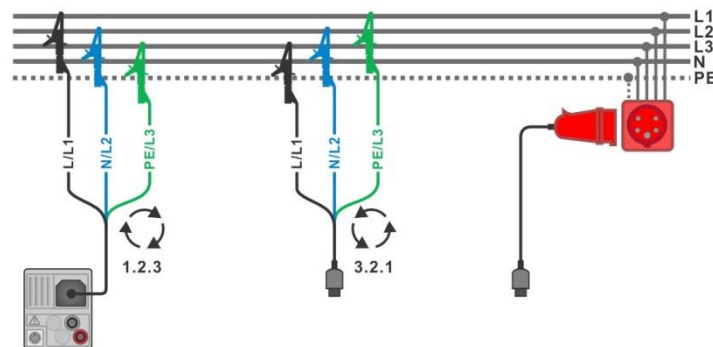
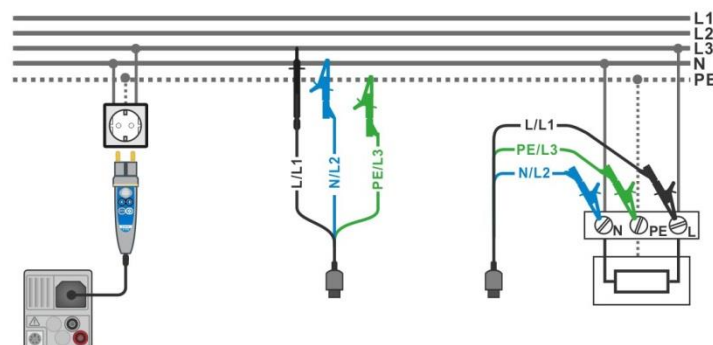

Abbildung 7.2: Anschluss der Dreileiter-Prüfleitung und des optionalen Adapters im Drehstromnetz.
Abbildung 7.3: Anschluss des Commander-Prüfsteckers und der Dreileiter-Prüfleitung im Ein-Phasen-System
- Schließen Sie die Prüfleitungen am Prüfling an., siehe **Abbildung 7.2** und **Abbildung 7.3**.